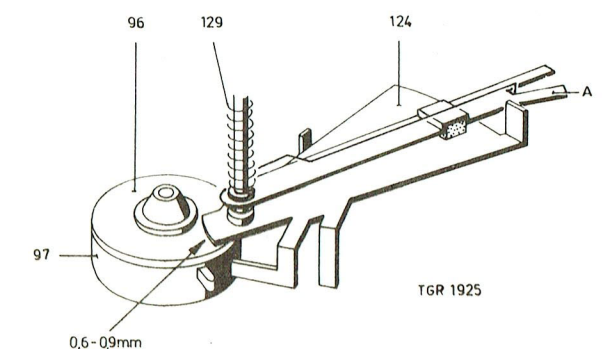

Fig. 9
a) Dans la position inférieure du bras de lecture, la distance entre la rondelle 96 et la plaque 124 doit être de 0,6 à 0,9 mm, voir fig. 9.